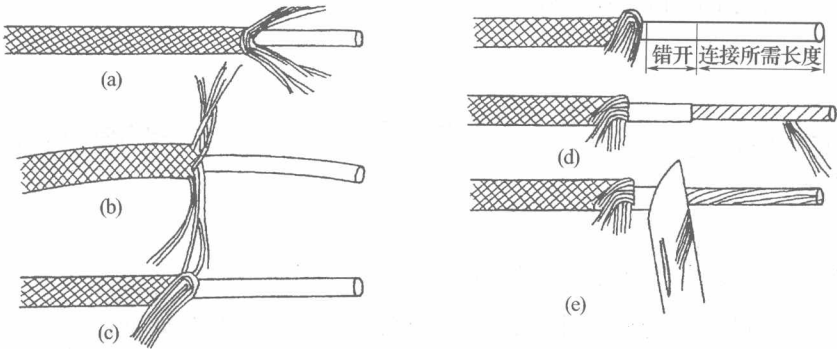

图 1-23 花线绝缘层的剥切
④ 用电工刀剥切花线如图 1-23 所示:首先从端头开始将表层棉纱散开 15mm 以上,如图 1-23(a)所示;其次将已散开的棉纱分成两组,分别捻成线状,并向后推缩至线头连接所需长度与错开长度(10mm)之和处,如图 1-23(b)所示;再次将推缩的棉纱线扣结后,紧扎住橡皮绝缘层,不让棉织管向线头端部复伸,如图 1-23(c)所示;然后在距棉
织管约 10mm 处用钢丝钳剥切橡胶绝缘层,此时会露出棉纱层,接着把露出的棉纱层按缠绕方向散开,一致散到切口根部,最后拉紧切断即可,如图 1-23(d)、(e)所示。